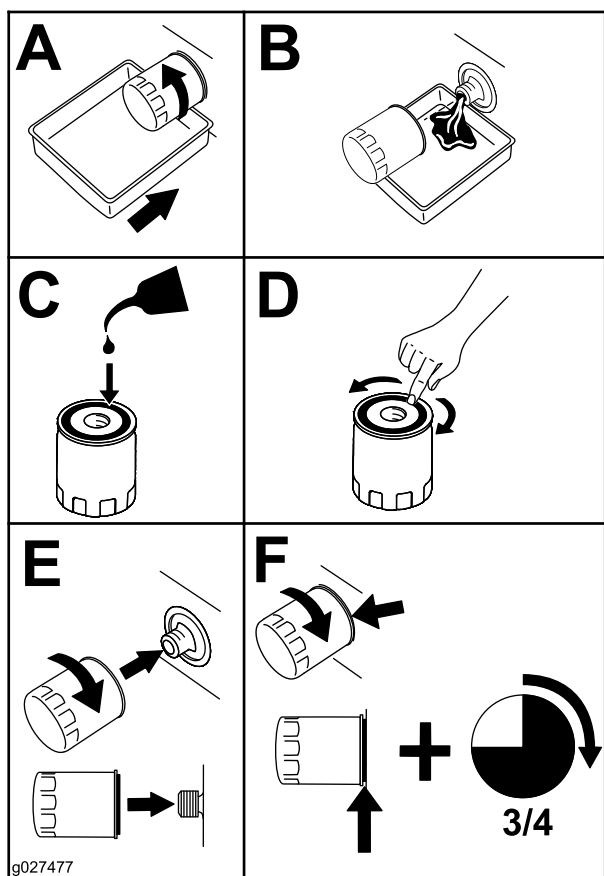

Рисунок 19
2. Замените масляный фильтр двигателя (Рисунок 19).